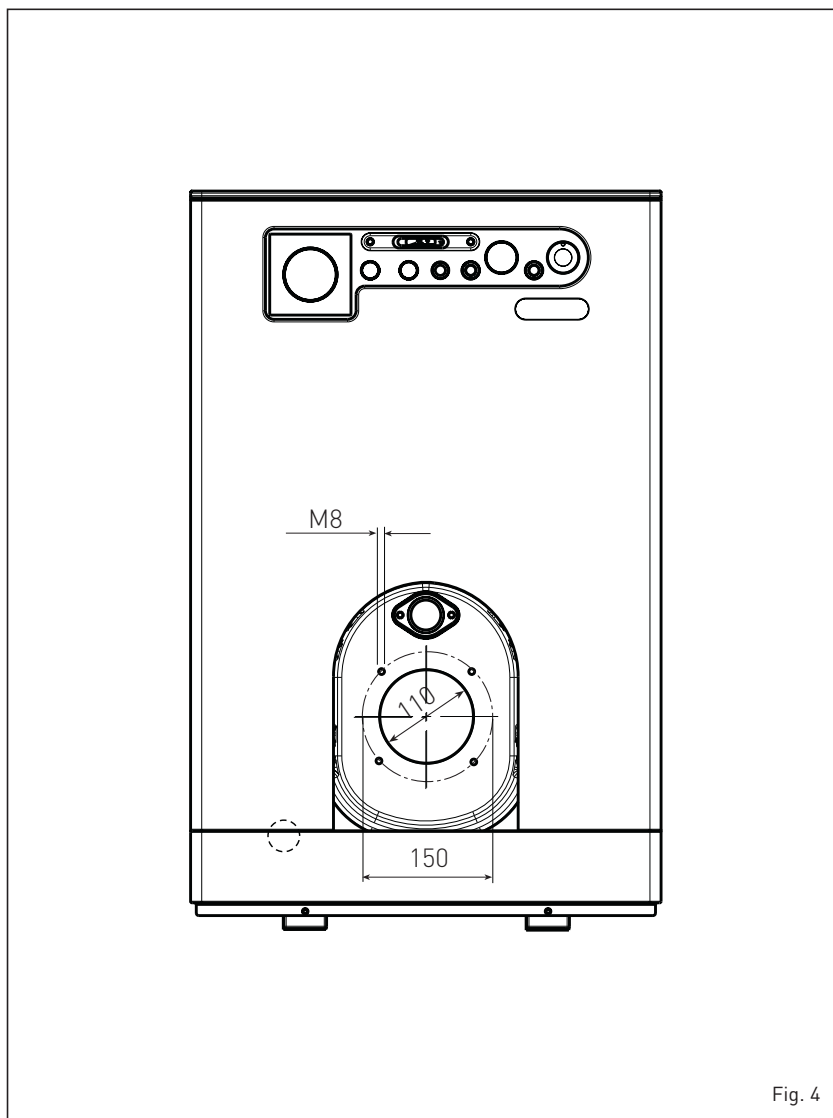

Fig. 4
1.5.1 Montage du brûleur (fig. 4)